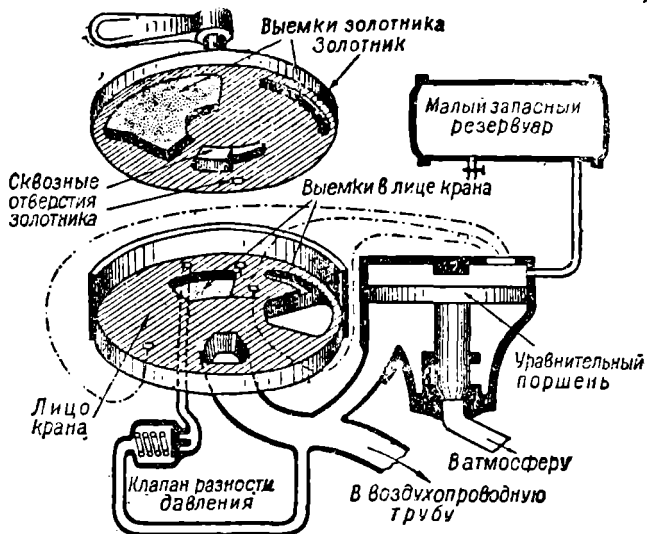
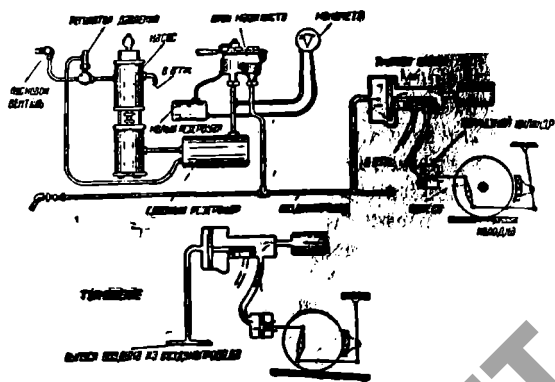

Рис. 116. Схема крана машиниста тормоза Вестингауза.
Рис. 117. Общая схема тормоза Вестингауза.
Воздух главного резервуара подводится к крану машиниста. Кран машиниста служит для управления всей работой тормоза. Состоит он из золотника, который может помощью приделанной к нему ручки поворачиваться, прижимаясь вместе с тем к лицу крана. (Лицо крана и приподнятый над ним золотник схематически показаны на рис. 116).
Золотник имеет два сквозных отверстия и три выемки. Лицо крана имеет одно отверстие, соединяющееся с воздухопроводной трубой, идущей вдоль поезда и называемой магистралью второе отверстие (большое) — выходящее в атмосферу, третье — соединяющееся с клапаном разности давлений (теперь обычно ставится золотниковый питательный клапан) и еще три отверстия, соединенные с пространством над уравнительным поршнем (рис. 116). Кроме отверстия лицо крана имеет еще две выемки. От пово-
Кроме того, воздух проходит также под низ уравнильного поршня, который от давления на него снизу и сверху уравнивается и, благодаря собственному весу, располагается в нижнем положении, закрывая хвостовиком канал в атмосферу (рис. 116). Это положение называется наполнением или отпуском. Из магистрали воздух проходит в тройной клапан (рис. 117), отодвигает поршень с золотником, по выточке около поршня
входит в камеру тройного клапана и наполняет запасный резервуар. При данном положении поршня и золотника тройного клапана золотник его соединяет тормозной цилиндр с атмосферой (рис. 117). При дальнейшем поворачивании золотника крана машиниста таковой занимает второе положение называемое поездным, при котором воздух может пройти в магистраль только отжав клапан разности. Но так как клапан прижат к седлу пружиной с силой в полторы атмосферы, то при давлении воздуха в главном резервуаре равном 6,5 атмосфер, клапан разности позволяет держать в магистрали на полторы атмосферы меньше. В случае утечек пополнение воздухом магистрали производится при втором положении золотника называемом перекрышей, при котором все каналы крана перекрыты и сообщения между главным резервуаром, воздухопроводом и атмосферой нет. Дальнейшим поворотом золотника последний занимает четвертое положение, называемое служебным торможением. Воздух из главного резервуара при торможении попасть под золотник и в магистраль не может. Часть воздуха, находящегося
в пространстве над уравнительным поршнем, выпускается нижней стороной золотника в атмосферный канал крана. От этого давление над уравнительным поршнем рис. 116 понизится, и поршень давлением воздуха, находящегося в магистрали, поднимется вверх и откроет хвостовиком выход магистрального воздуха в атмосферу. Выпуск будет продолжаться до тех пор, пока давление магистрали не станет равным давлению воздуха над уравнительным поршнем. От выпуска воздуха уравнительный поршень, уравновесившись, благодаря собственному весу опустится и, закрыв атмосферный канал хвостовиком, прекратит выход воздуха из магистрали в атмосферу. Вследствие выпуска воздуха давление в магистрали будет понижено и поршень тройного клапана передвинется давлением воздуха в запасном резервуаре влево. Поршень, передвигаясь, потащит за собою золотник и откроет канал для прохода воздуха из запасного резервуара в тормозной цилиндр (рис. 117, второе положение). В силу этого поршень тормозного цилиндра отходя вправо, помощью штока и системы рычагов прижмет к колесу колодку.
Манометр тормоза (рис. 117) имеет две стрелки, показывающие давление в главном резервуаре и в пространстве над уравнительным поршнем (увеличенным объемом малого резервуара для предупреждения быстрого понижения давления в магистрали при служебном торможении).
Рассмотрим еще устройство тройного скородействующего клапана тормоза Вестингауза, изображенного схематично на рис. 117.
**Скоростяующий тройной клапан** состоит из 2 частей: верхней, представляющей собой обыкновенный тройной клапан изображенный на рис. 117, и нижней, называемой ускорителем. Верхняя часть устроена и работает так же, как это описано выше, т. е. при служебном торможении: от понижения давления в магистрали перемещается поршень и, сдвигая золотник, открывает доступ воздуха в тормозной цилиндр. Изменение представляет только то, что золотник соединен